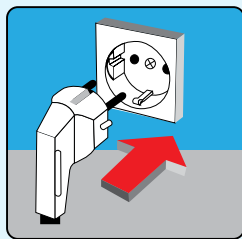

РИСУНОК 10
- Подключите устройство в розетку с переменным током 220-240 В/50 Гц, установленную согласно правилам. (Рисунок 10)